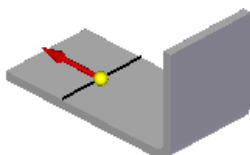
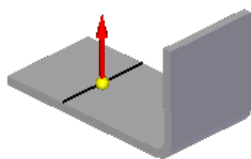

图 4.1.13 定义移动方向
图 4.1.14 定义折弯方向
Step4. 定义折弯属性。在“折弯”命令条中单击“折弯位置”按钮 ，在 **折弯半径:** 文本框中输入值 5.0，在 **角度:** 文本框中输入值 90，然后单击“材料内部”按钮 ；单击“移动侧”按钮 ，并将方向调整至图 4.1.13 所示的位置后，单击鼠标左键；单击“折弯方向”按钮 ，并将方向调整至图 4.1.14 所示的位置后，单击鼠标左键。